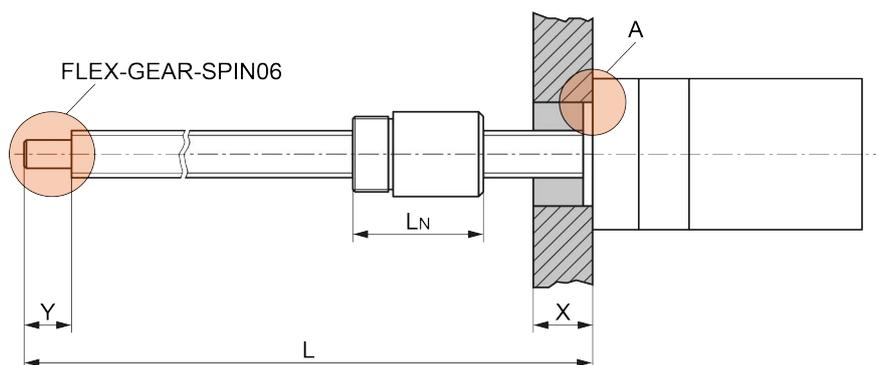

Abbildung 1 Option FLEX-GEAR-SPIN06 / Hub / Zentrierung
- Verwenden Sie zur Ausrichtung nach Möglichkeit die stirnseitige Zentrierung am Flansch (Abbildung 1; Detail "A").
- Spindeln in Sonderlängen und/oder der Betrieb mit hohen Drehzahlen erfordern eine zusätzliche Abstützung des freien Spindelendes (Abbildung 1; Option "FLEX-GEAR-SPIN06").
- Je nach Einbausituation müssen Sie von der Spindellänge gewisse Axialmasse in Abzug bringen (Abbildung 1). Der zulässige maximale Hub berechnet sich wie folgt: